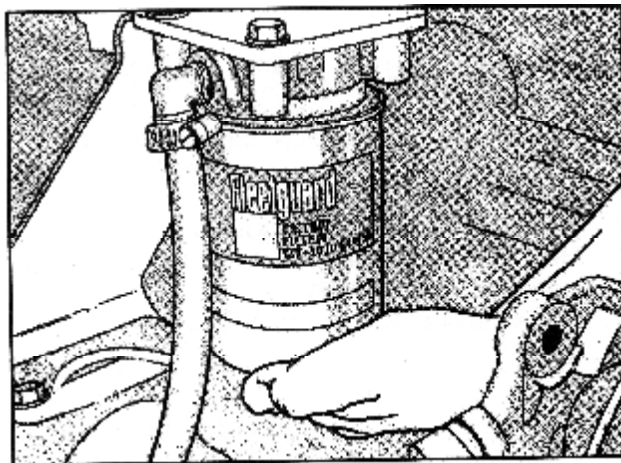

Рис. 2-23(ОМ 10236) Установка картриджа водяного фильтра DCA.
4. Вставьте новый элемент, затяните до тех пор, пока шайба не коснется головки фильтра. Затяните на  $\frac{1}{2}$  -  $\frac{3}{4}$  оборота. Рис. 2-23. Откройте клапаны.